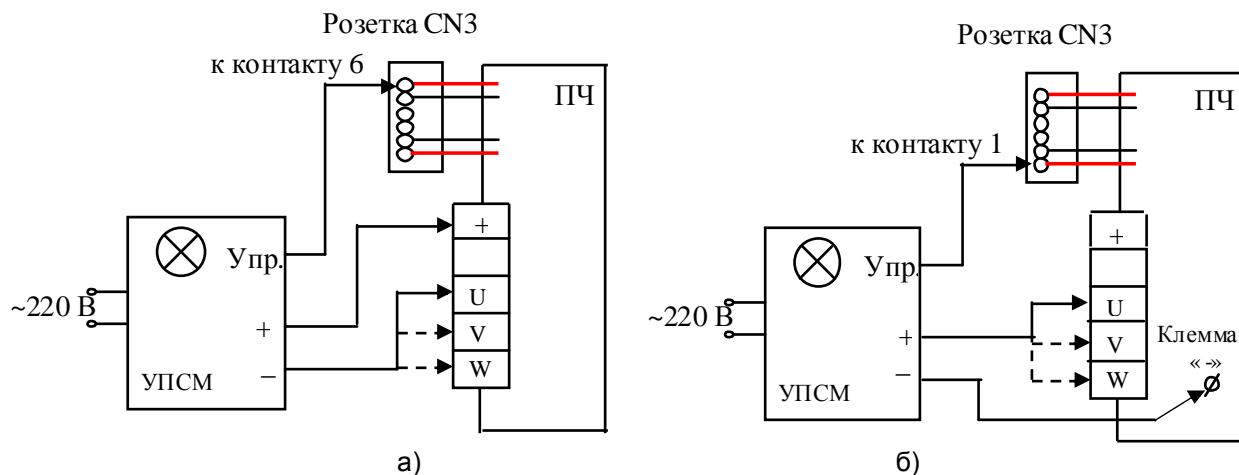

Рис.4.14. Схема проверки цепей управления выходных IGBT - модулей.
4.8.5.3. Собрать схему как показано на рис.4.14 б. Подать питание 220 В на УПСМ. Лампочка L1 светиться не должна. Замкнуть тумблер K1, лампочка должна засветиться. Разомкнуть тумблер K1, лампочка должна погаснуть. В этом случае модуль считается исправным.